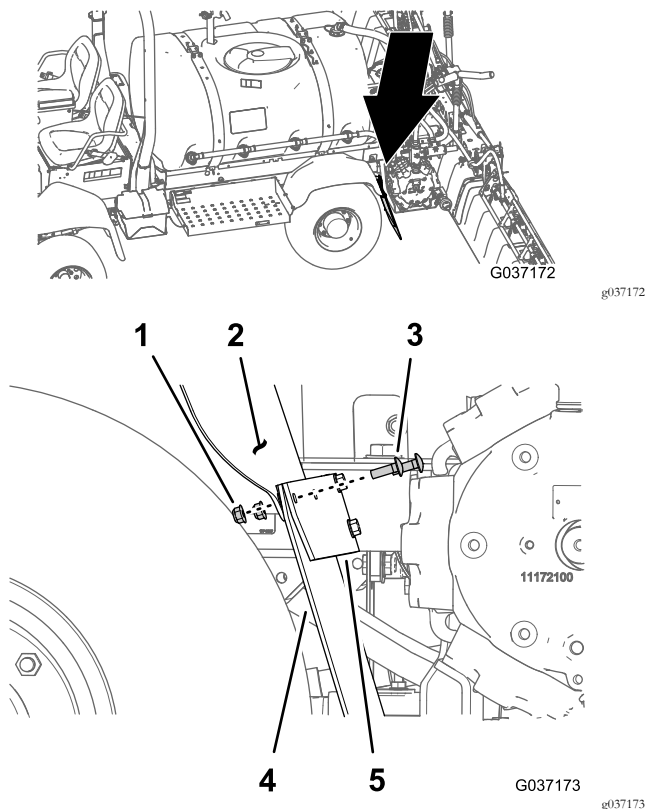

Figura 11
1. Retire los 2 pernos de cuello cuadrado (5/16" x 1") y las 2 contratuercas con arandela prensada (5/16") que sujetan la aleta y el guardabarros a la pletina de la aleta (Figura 11).
2. Alinee los orificios en el soporte de la válvula de drenaje, la pletina de la aleta, el guardabarros y la aleta (Figura 11).